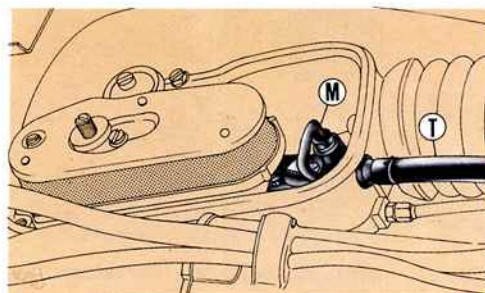

Fig. 28 - Dispositivo «LS».
vità; l'olio viene inviato nel condotto di aspirazione a mezzo di un dispositivo «LS» («M», fig. 28), costituito da una pompa a pistone, a corsa variabile, comandata dall'albero motore per mezzo di una trasmissione ad ingranaggi.
N. B. - Prima di avviare il motore assicurarsi che il tubo adduzione olio («T» fig. 28) dal serbatoio al dispositivo «LS» sia completamente pieno di olio; qualora si notassero delle bolle d'aria, staccare il tubo «T» dal dispositivo «LS», far defluire un po' di olio fino ad eliminarle e ricollegare il tubo.